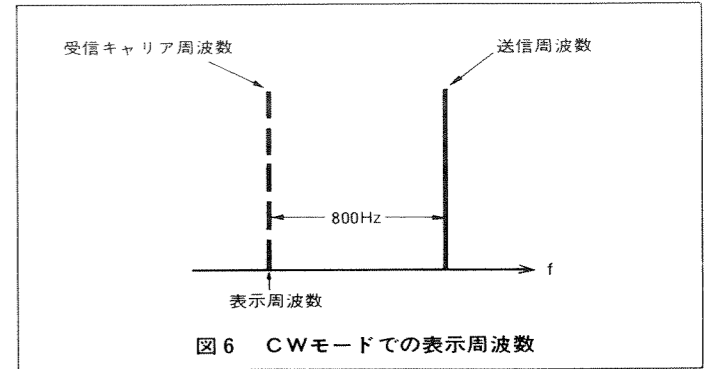

図6 CWモードでの表示周波数
2. CWモードでは、受信のキャリア周波数を表示していますので送信周波数は表示より800Hz高くなります。したがって相手局とゼロインして(受信時800Hzのビート音)運用しますと、運用周波数は表示周波数より800Hz高くなります。(図6参照)